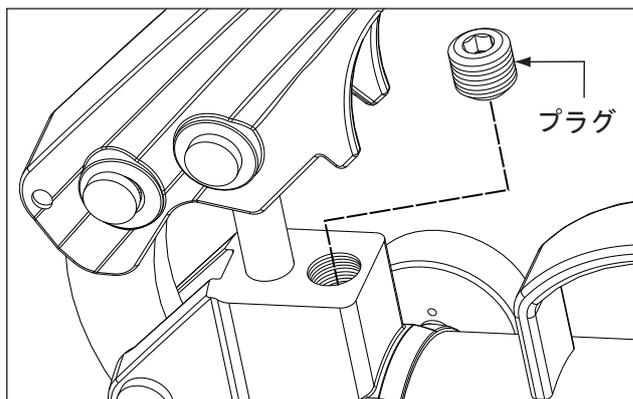

図12: リリーフ弁 (P-18, P-39, P39-4-WAY)
2. モデルP39-4-WAY, P-84のみ: 0~100MPa目盛付き圧力ゲージをポンプの「A」ポートに取り付けます。高圧用プラグをポンプの「B」ポートに取り付けます。制御弁のレバーを (A) 位置に動かします。
- ・モデルP-18, P-39, P39-4-WAYでは、リリーフ弁がポンプヘッドの上面に配置されています。図12を参照してください。